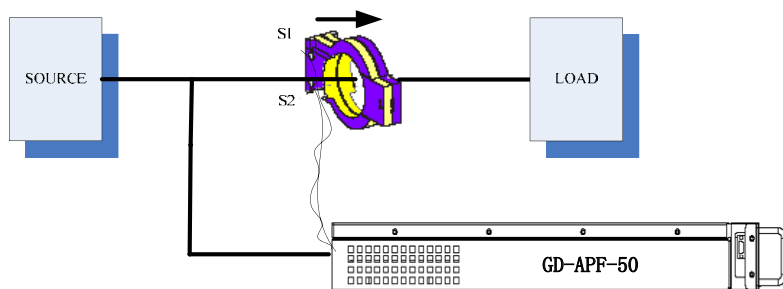

图 8-1 CT 装于负载侧示意图
- ◆ 注意：GD-APF-50 系统的外接 CT 推荐安装在负载侧，即 CT 是安装在 YD-APF-50 系统与负载之间的。这样安装的话，只需要三个 CT 即可满足需求。如图 8-1 所示：具体接线序号请详见表 8_2